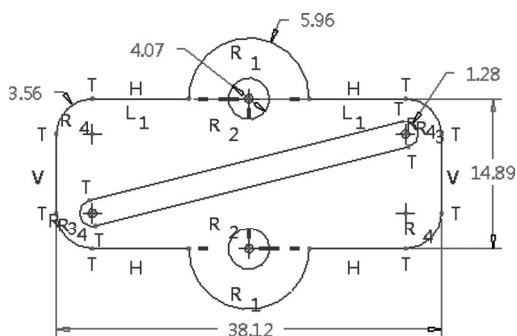

图 2-104 修剪图形结果
11) 修剪图形。在“编辑”组中单击 (删除段) 按钮, 修剪后的图形如图 2-104 所示。